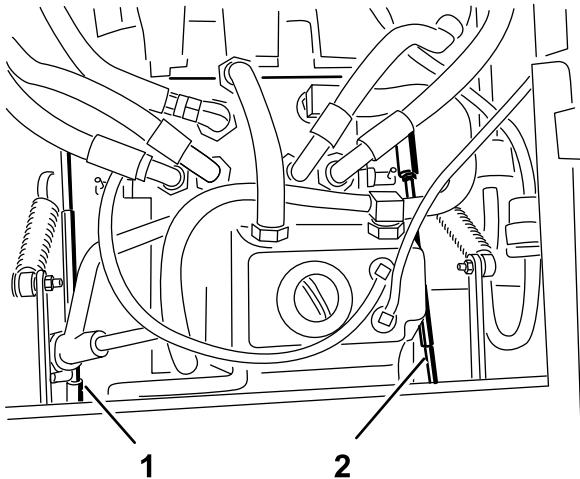

Figure 80
6. Réglez la longueur de la tige de pompe d'un côté en tournant le bouton dans le sens voulu, jusqu'à ce que la roue correspondante soit immobilisée ou tourne légèrement en marche arrière (Figure 80).